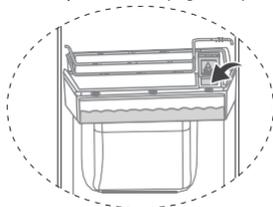

Figura 1
- A água é aqui vertida. (Figura 1)